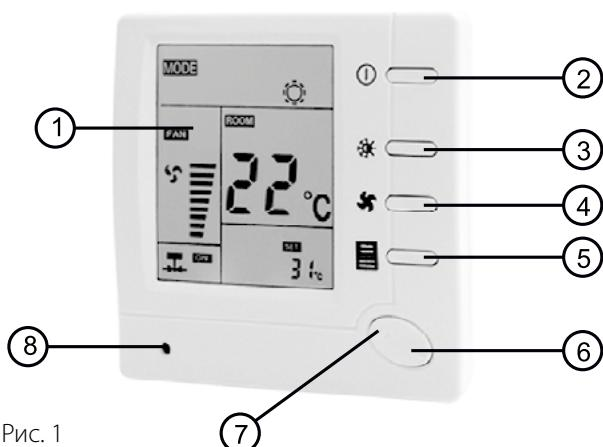
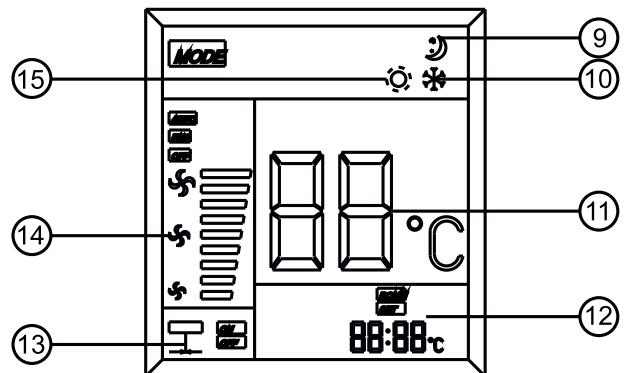

Рис. 1
Рис. 2
Дисплей (рис. 2):
Увімкніть терморегулятор, натиснувши кнопку живлення (2). Натисніть кнопку вибору швидкості вентилятора. На дисплеї з'явиться один із символів (14 на рис. 2) або AUTO. Це означає, що вентилятор обертається на швидкості HI (висока), MED (середня), LOW (низька) або AUTO (автоматичний режим). Якщо обрати режим AUTO, швидкість обертання вентилятора змінюватиметься залежно від різниці між фактичною температурою у приміщенні та встановленою температурою. Якщо температура у приміщенні більш ніж на 3 градуси вища за задану температуру під час охолодження або більш ніж на 3 градуси нижча за задану температуру під час нагрівання, вентилятор буде працювати на найбільшій швидкості. Якщо температура у приміщенні на 2-3 градуси вища, ніж встановлена температура під час охолодження або на 2-3 градуси нижча, ніж встановлена температура під час нагрівання, вентилятор буде працювати на середній швидкості. Якщо температура у приміщенні на 0-1 градус вища за встановлену температуру під час охолодження або на 0-2 градуси нижча за встановлену температуру під час нагрівання, вентилятор буде працювати на малій швидкості.
Установіть кнопкою вибору режимів роботу в режимі нагрівання (знак 15 на рис. 2). Натисніть "+", щоб збільшити значення температури регулювання. Якщо температура у приміщенні нижча за встановлену, система нагрівання почне роботу.
Встановіть кнопкою вибору режимів роботу в режимі охолодження (знак 10 на рис. 2). Натисніть "-", щоб зменшити значення температури регулювання. Якщо температура у приміщенні вища за встановлену, система охолодження почне роботу. Натисніть "+", щоб збільшити значення температури регулювання. Якщо температура в приміщенні нижча за встановлену, система охолодження зупинить роботу.
Натисніть кнопку переходу до "нічного" режиму (5 на рис. 1). З'являється символ "нічного" режиму (9 на рис. 2). Цей режим буде активний впродовж 8 годин, водночас терморегулятор контролюватиме нагрівання або охолодження згідно з графіком, наведеним нижче. Знову натисніть кнопку переходу до "нічного" режиму, відповідний символ зникне, що означає скасування роботи в "нічному" режимі.
Налаштування режимів керування дозволяє для автоматичного режиму встановити певні робочі характеристики терморегулятора згідно з вашими вимогами. Вимкніть терморегулятор, натиснувши кнопку живлення, потім натисніть та утримуйте кнопку "нічного" режиму (5, рис. 1) не менше 4 секунд доти, доки не засвітиться дисплей. Це означає, що ви увійшли до першого пункту налаштування режиму керування меню. Усього є 4 таких пункти, що відповідно відображається на дисплеї.